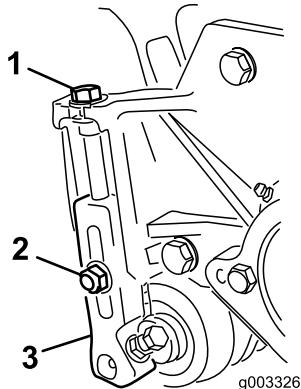

Figure 15
- Desserrez les contre-écrous qui fixent les supports de hauteur de coupe aux plaques latérales du plateau de coupe (Figure 15).